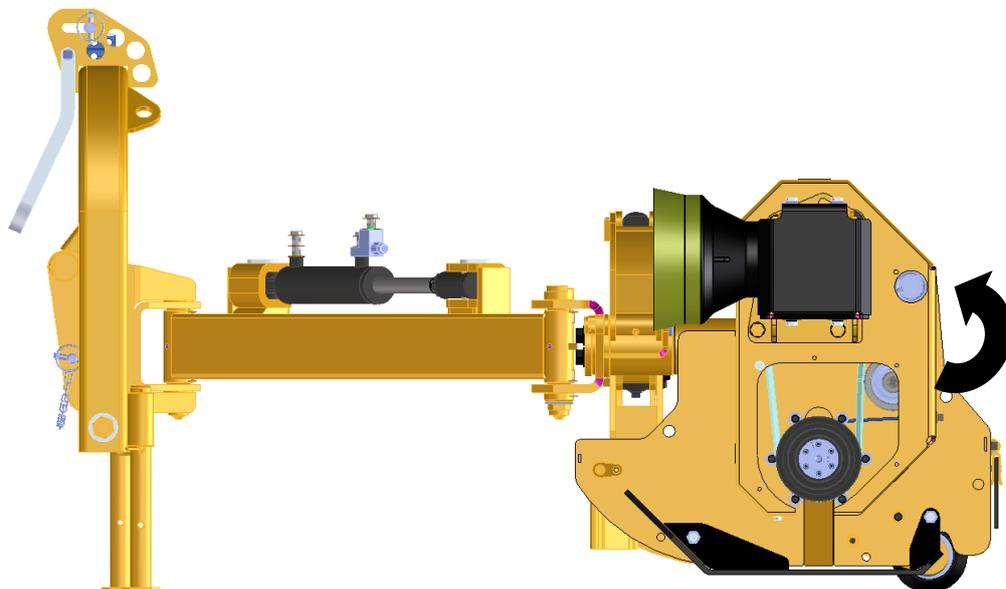

Figura 52
2. Después de haber efectuado la eventual sustitución del muelle u otra pieza dañada, coger el grupo tensor (figura 49) y colocarlo en el flanco de la trituradora, introduciendo el perno con hexágono de 30 como en la figura 52;